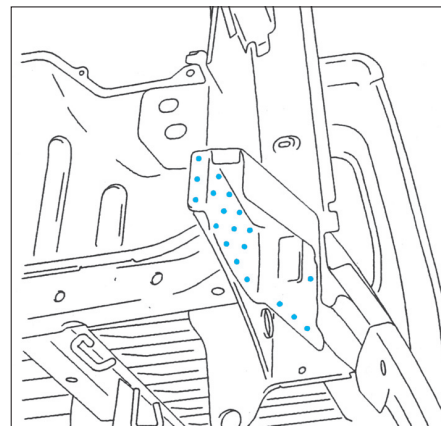

FIG. 160
- Souder par points électriques (Fig.160).